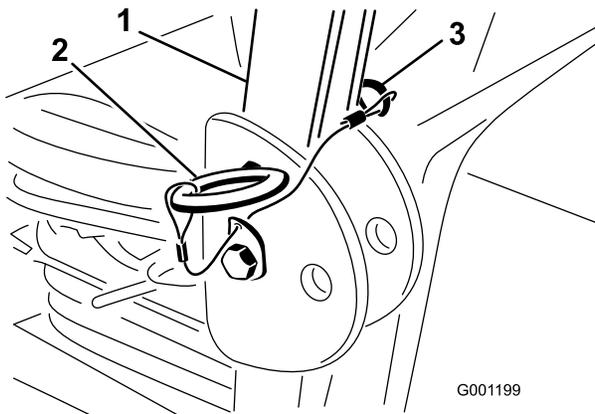

図 7
- ROPSを立てた状態で、ヘアピンコッターと2本のピンを抜き取る 図 7。